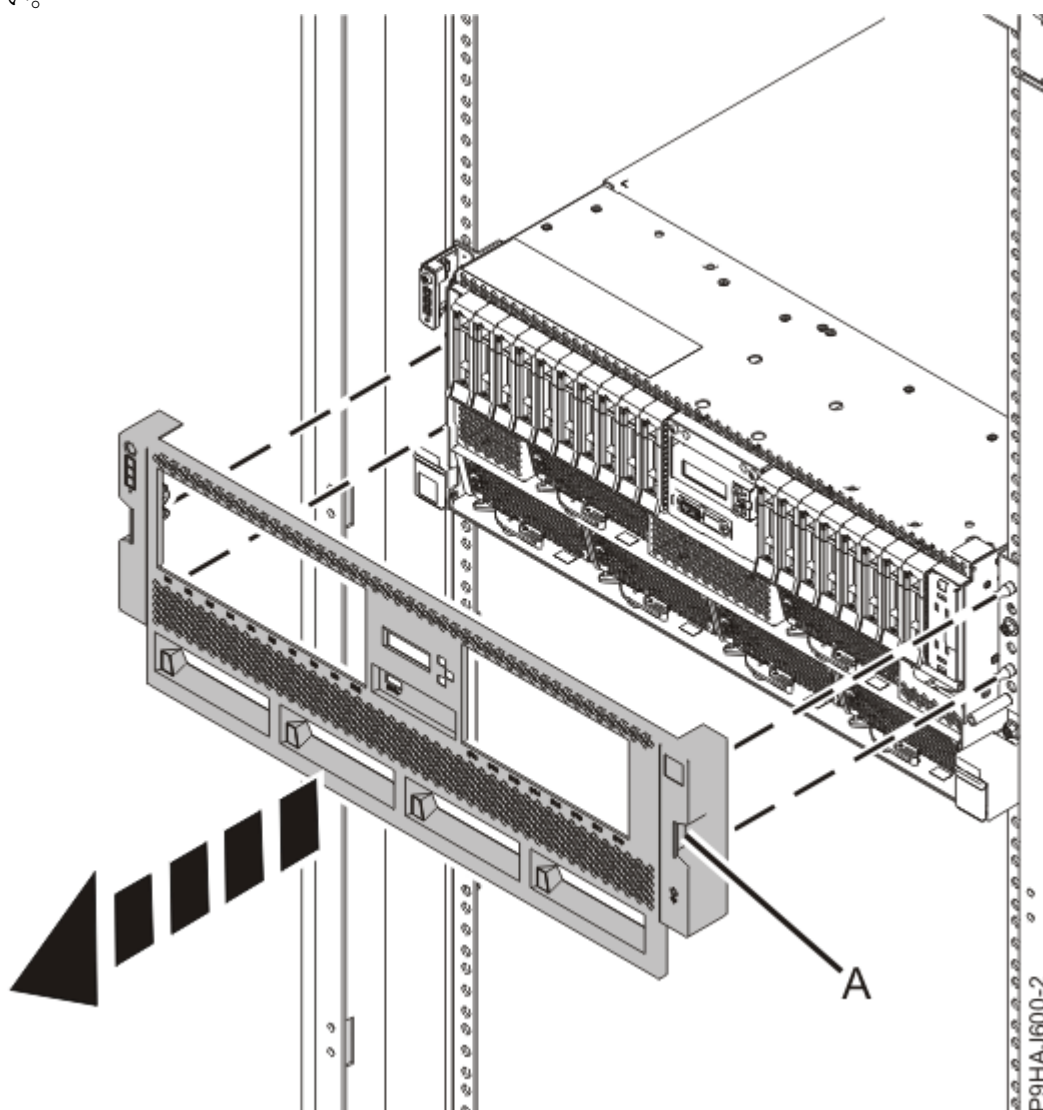

図 51. 前面カバーの取り外し
5. ラック・マウント型システムの場合は、前面カバーを引いてシステムから取り外します。カバーには、より簡単につかむことができるくぼみ **(A)** があります。55 ページの図 51 を参照してください。